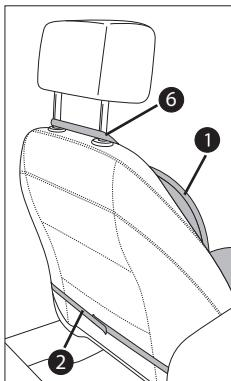

Fig. 2
- Se lo schienale è molto alto o largo fissare il coprisedile come è illustrato nella Fig. 2.
- Se l'autoveicolo è dotato di un airbag laterale, al momento del fissaggio del coprisedile **1** fare in modo che le cinture di fissaggio **6** siano passate sopra le barre del poggiatesta e non sulla parte superiore dello schienale (v. Fig. 2). In caso contrario verrebbe pregiudicato il funzionamento dell'airbag laterale!